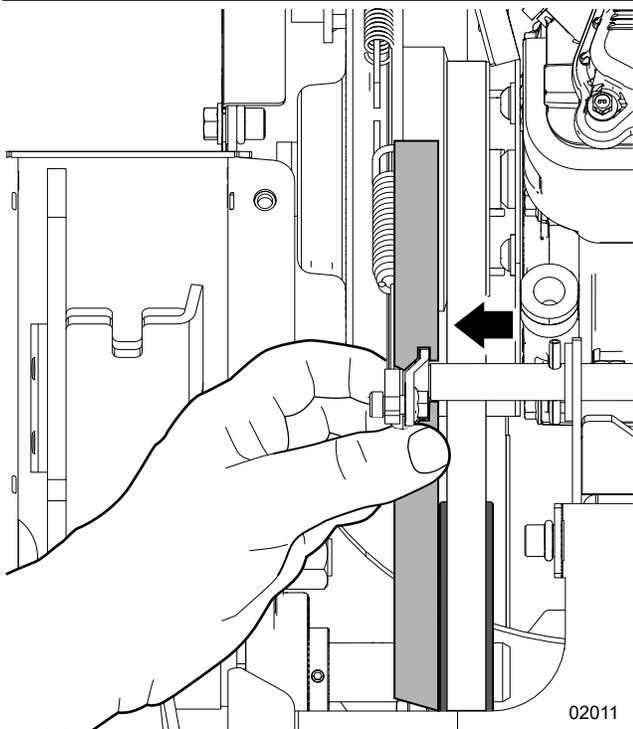

Fig. 26—Alignez la courroie d'entraînement
3. Utilisez une règle droite pour vérifier l'alignement de la courroie d'entraînement et de la poulie (Fig. 26).